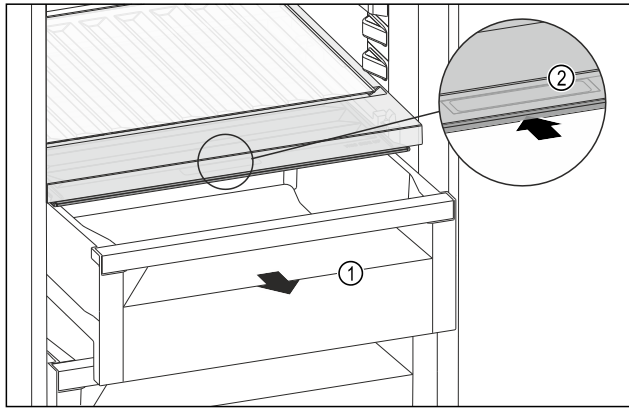

Fig. 175
- Schubfach Fig. 175 (1) herausziehen.
- Griffmulde Fig. 175 (2) am Fachdeckel anfassen und Fachdeckel gleichzeitig nach hinten schieben.